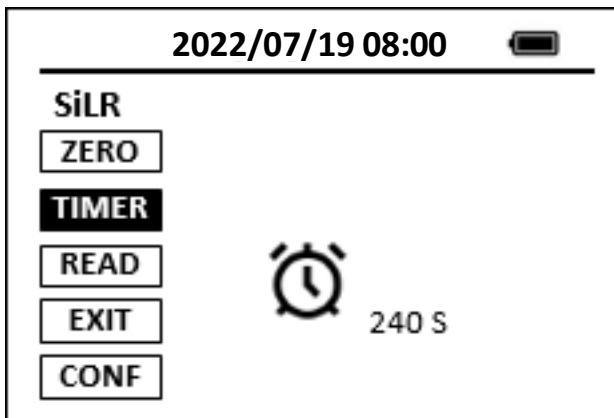

Figure 12. Méthode du chronomètre multiple
Certaines méthodes colorimétriques comportent deux ou trois étapes de chronométrage. L' AP50MM affiche un compte à rebours pour les étapes de chronométrage avant la dernière étape de chronométrage (Figure 12). Au cours de ces étapes, un ou plusieurs réactifs sont ajoutés à l'échantillon ou des opérations telles que l'agitation de la fiole pour mélanger le réactif et l'échantillon sont effectuées. Ces méthodes utilisent généralement une fiole pour le blanc préparé et l'autre pour l'échantillon préparé.
Afin d'afficher la courbe de concentration en fonction du temps comme indiqué dans la figure 12 pendant la dernière étape de chronométrage, l' AP50MM doit être mise à zéro à l'aide du contrôle préparé avant la dernière étape de chronométrage. Ainsi, le bouton du dernier chronomètre ne pourra pas être sélectionné tant que l' AP50MM n'aura pas été mise à zéro à l'aide du contrôle préparé. Les méthodes Hach® à étapes de chronométrage multiples nécessitent la mise à zéro du colorimètre à l'aide du contrôle préparé après l'achèvement de la dernière étape de chronométrage. Le SP- 800 peut éventuellement être remis à zéro à l'aide du contrôle après la dernière étape de chronométrage. La valeur contrôle mesurée sera soustraite de la valeur de concentration mesurée à la fin de la dernière étape de chronométrage. En option, le bouton **LECTURE** peut être pressé pour lire à nouveau l'échantillon préparé.
- temps, comme le montre la figure 12.